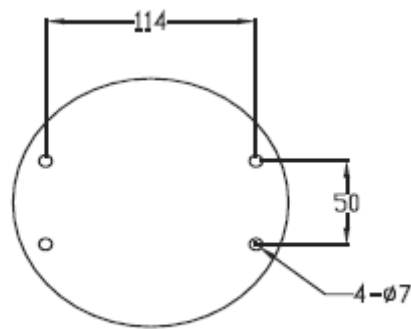

Рис. 1.2-2
- В горизонтальной плоскости заранее необходимо подготовить отверстия в соответствии с рис. 1.2-2